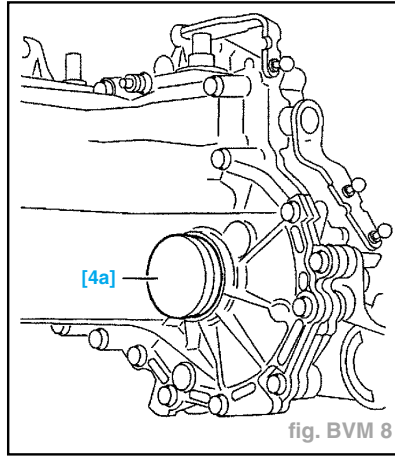

fig. BVM 8
- Changer le joint à lèvres, en sortie de boîte de vitesses, en utilisant les outils [4a] 7101-T0 et [4b] 7101-TG (fig. BVM 8 et 9).